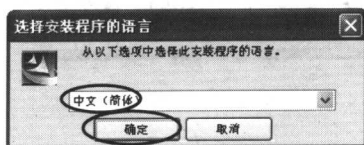

图 1-2 选择安装程序的语言
(4) 在对话框中选择 `Install License Server` 选项安装 NX 服务程序，弹出如图 1-2 所示的安装界面语言提示。